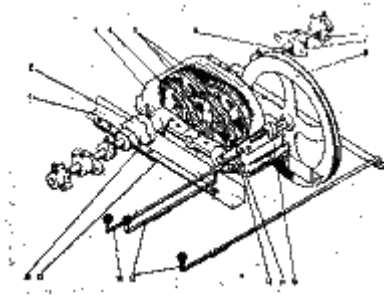

Рис. 12. Механизм самопередвижения:
4.9. Механизм самопередвижения (рис. 12) служит для перемещения машины по току при работе и для переездов от вороха к вороху без вспомогательных транспортных средств. Он состоит из двигателя, клиноременной передачи, двухскоростного редуктора, кулачковых муфт и цепных передач на колеса.